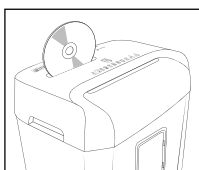

Abb. 5
Stellen Sie den Schalter **REV/OFF/AUTO/FWD** ③ zum Zerkleinern in die Position **AUTO**. Führen Sie die CD von oben mittig in die Schneidöffnung CD/Kreditkarte ② ein (siehe Abb. 5). Sie können jeweils nur eine CD schneiden.